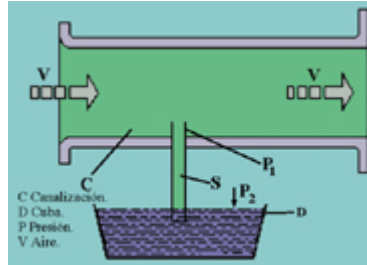

Fig. 9
- **Carburación elemental (fig. 9)**